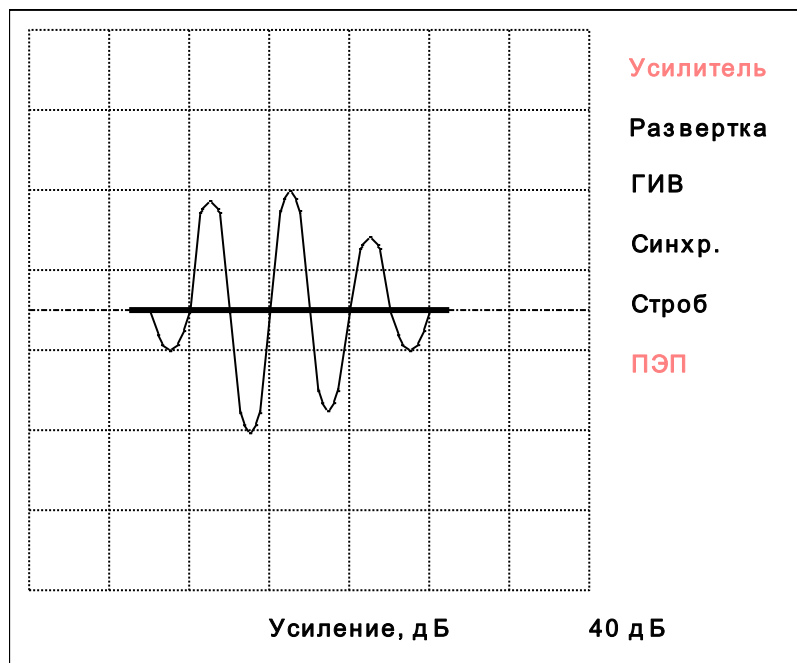

Рисунок 4.9 - Расположение радиосигнала в стробе
4.5.4.5.7 Нажать клавишу «0» на передней панели тестера. На экране тестера появится радиосигнал отраженного импульса. Используя клавиши «◀» или «▶», отрегулировать положение маркера так, чтобы в нем находилось не менее трех периодов радиосигнала (рисунок 4.9).